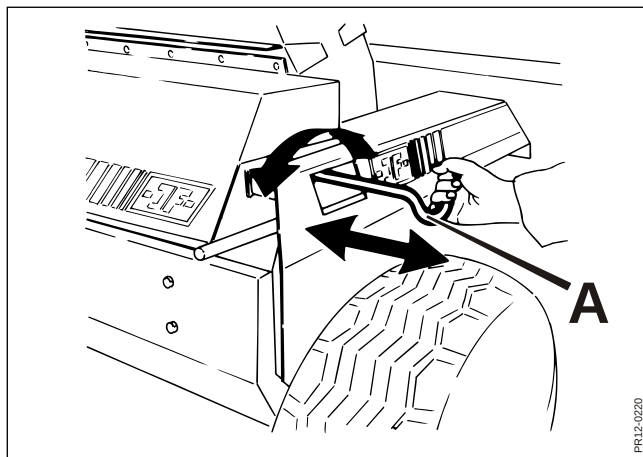

Fig. 4-18
- Fig. 4-18** 7. Grib fat i håndtaget A og giv forsigtig tilspænding ved at dreje på håndtaget til stenen netop rører knivene. Træk nu stenen i en langsom glidende bevægelse hen over hele rotoren og tilbage igen. Giv lidt mere tilspænding og gentag bevægelsen hen over hele rotorens bredde, således at knivene i hele rotorens bredde slibes.